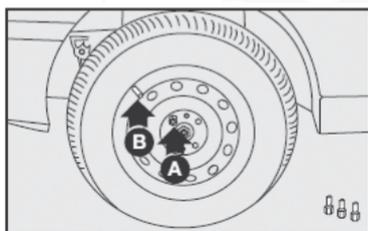

fig. 19
7) Introduzca el primer tornillo A-fig. 19, en el orificio más cercano a la válvula de inflado B.